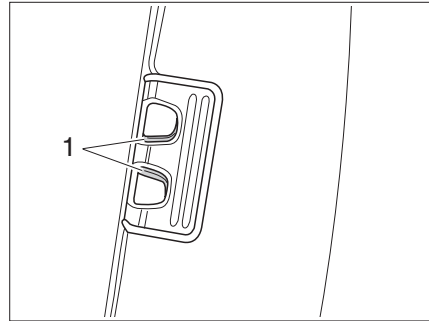

Fig. 3 Tendina oscurante pieghevole, bloccaggio
- ▶ Comprimere il bloccaggio (Fig. 3,1) e sollevarlo leggermente.